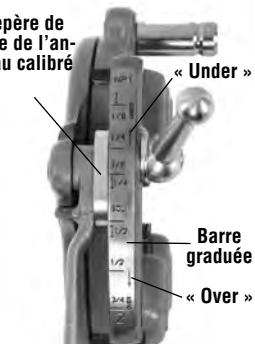

Figure 7 – Réglage du filetage
3. Commencez par aligner le repère de base de l'anneau calibré sur celui de la barre graduée désiré. Pour les filetages des boulons avec tête de filière universelle, alignez les filières à boulon sur le repère « BOLT » de la barre graduée (*Figure 7*).